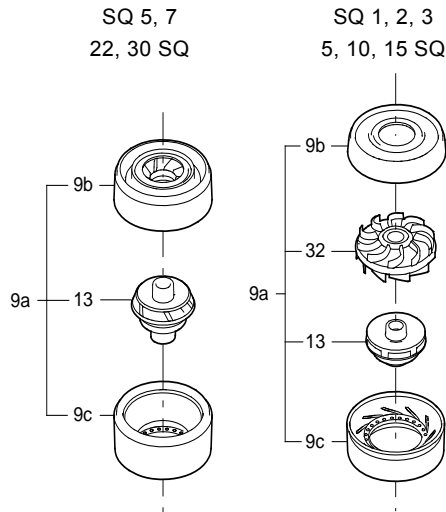

Рис. 4 Сборка камеры
- Перед сборкой комплекта камер необходимо собрать детали камеры в блок: камера в сборе. См. рис. 4. Нижняя часть камеры (9c) может внезапно выскочить, поэтому необходимо сначала собрать камеру. Фиксатор уплотнительного кольца должен быть установлен в нижнюю часть камеры. Для SQ 1, 2 и 3 необходимо убедиться, что направляющие лопатки (32) совпали с пазами нижней части камеры.